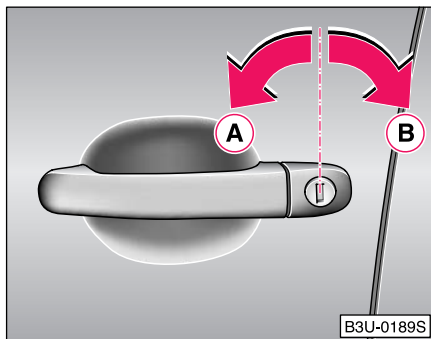

Fig. 22 Rotirea cheii pentru a descuia și încuia ușa
- Rotiți cheia în yala ușii conducătorului auto spre stânga, în poziția de deschidere (A) ⇒ Fig. 22.
- Rotiți cheia în yala ușii conducătorului auto spre dreapta, în poziția de închidere (B) ⇒ Fig. 22.